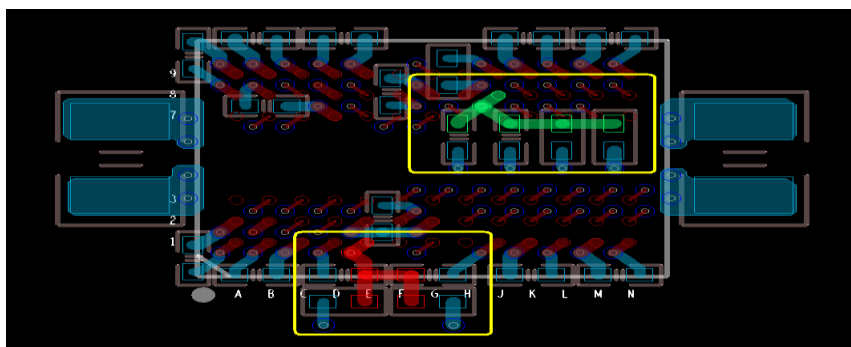

图 4：VREF 电源
3. VREF 电源。VREF 要求更加严格的容差性，但是它承载的电流比较小。它不需要非常宽的走线，且通过一两个去耦电容就可以达到目标阻抗的要求。DDR3 的 VREF 电源已经分为 VREFCA 和 VREFDQ 两部分，且每个 DDR3 颗粒都有单独的 VREFCA 和 VREFDQ，因其相对比较独立，电流也不大，布线处理时也建议用与器件同层的铜皮或走线直接连接，无须在电源平面层为其分配电源。注意铺铜或走线时，要先经过电容再接到芯片的电源引脚，不要从分压电阻那里直接接到芯片的电源引脚。VREF 电源处理如图 4 所示：